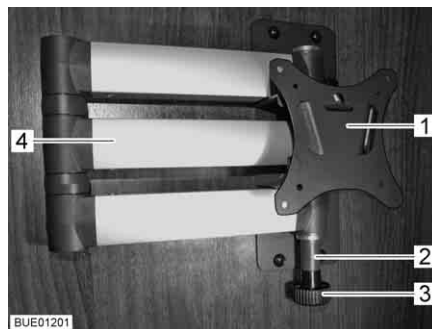

Bild 64 Halterung mit Gelenkarm
- Entriegelungsknopf (Bild 64,3) ziehen. Der Gelenkarm (Bild 64,4) ist entriegelt.
- Flachbildschirm in die Ausgangslage zurückschwenken, bis die Halterung (Bild 64,1) in die Verriegelung (Bild 64,2) einrastet.